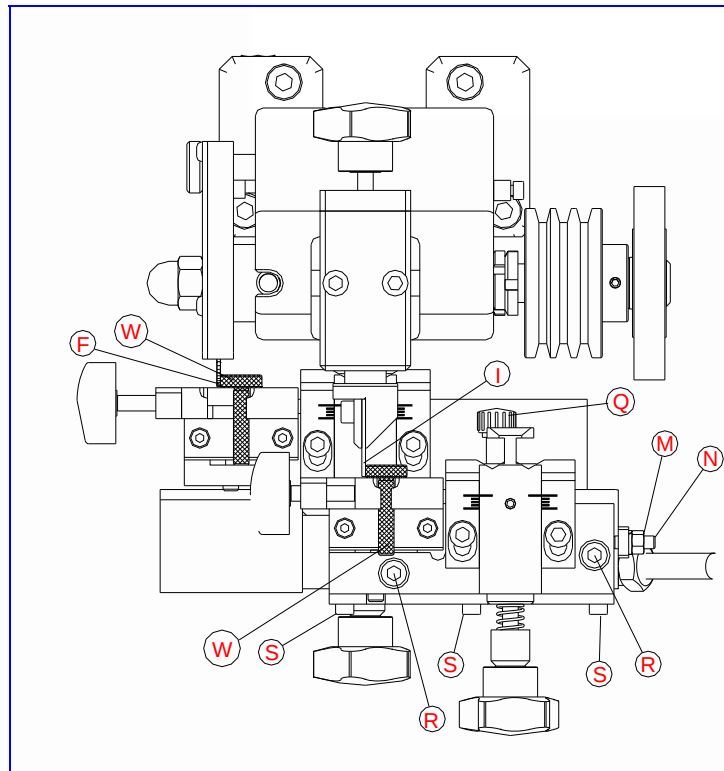
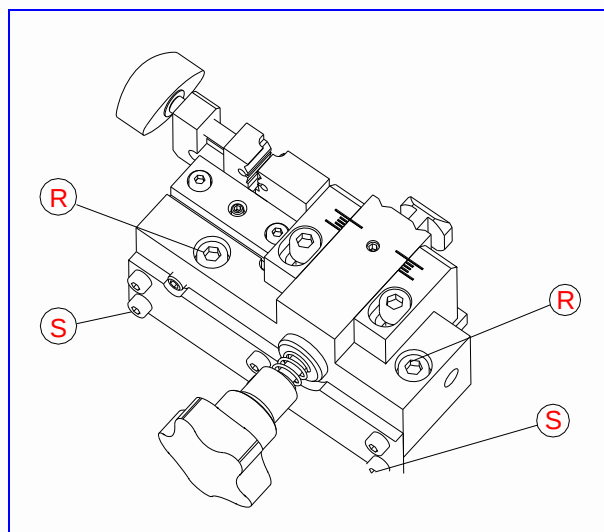

Fig.15
Fig.16
- Colocar las dos varillas de reglaje (W) en las mordazas, según se indica en la Fig.15. Avanzar la varilla (Q) para que la mordaza se quede en su posición correcta de reglaje.
- Acercar las mordazas con las varillas de reglaje (W) hacia el índice copiador (I) y la fresa (F), de forma que las varillas de reglaje se apoyen sobre el índice copiador y la fresa.
- Aflojar los tornillos (R,S), tuerca prisionero (M,N) y con una maza de plástico darle ligeros golpes en los laterales de forma que el mismo coincida con la pieza de reglaje. Ver Fig 16.